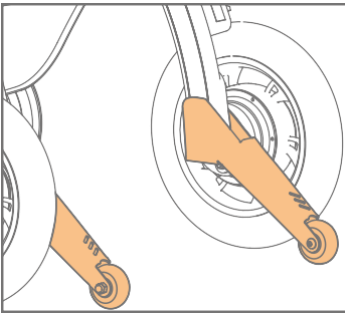
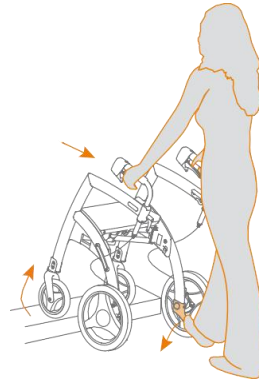

Figura 31: Utilice la ayuda antivuelco.
Figura 32: Subirse al bordillo o acera o pasar un umbral.
- b. Empuje las ayudas de vuelco izquierda o derecha (**Figura 31**) hacia abajo con el pie izquierdo o derecho, mientras inclina el Rollz Motion Electric hacia usted con las manos. De esta manera, las ruedas delanteras se levantan del suelo. Ahora empuje el Rollz Motion Electric hacia adelante hasta que esté claramente sobre el bordillo o sobre el umbral con las ruedas delanteras (**Figura 32**).